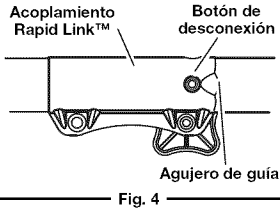

Fig. 4
2. Oprima el botón de desconexión y manténgalo oprimido (Fig. 4).
**NOTA:** Alinear el botón de desconexión con el agujero de guía facilitará la instalación (Fig. 4).